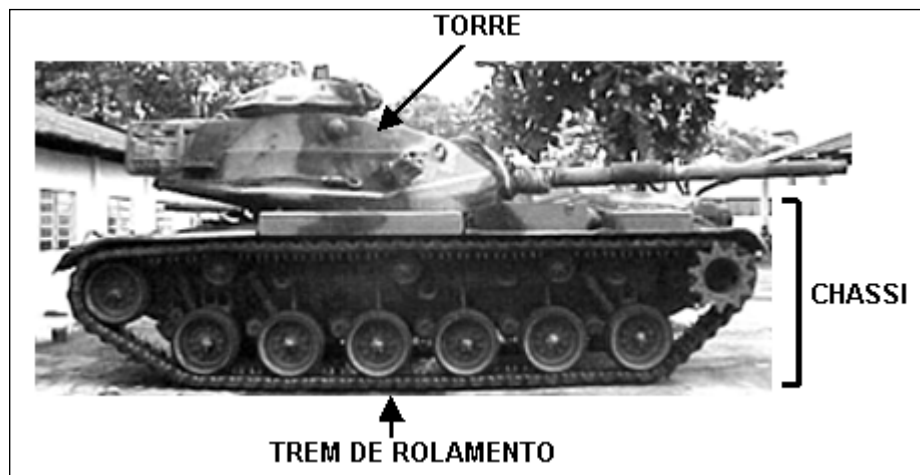

Fig 2-1. Partes principais do M60
a. O CC M60 A3 TTS é constituído de duas grandes partes (Fig 2-1):
- (1) a torre com seu armamento;
- (2) o chassi com o motor e os trens de rolamentos.